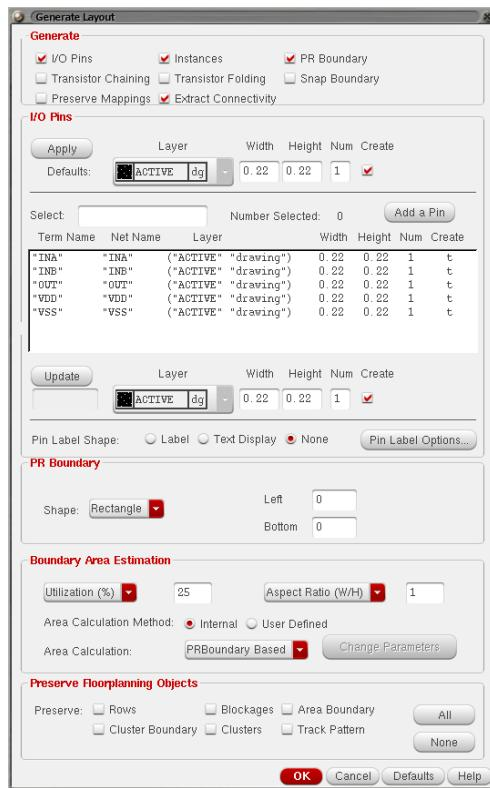

図 25: Generate Layout ウィンドウ
5. Layout Editor ウィンドウ下、一番左側の Generate All From Source ボタンを押して図 25 に示す Generate Layout ウィンドウを立ち上げる。